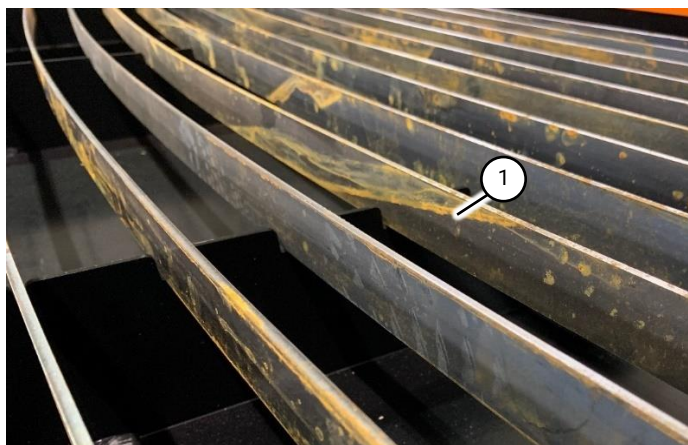

Fig 23 Niveau de remplissage du bac à eau
2. Remplissez le bac à eau jusqu'à 10 mm (3/8 po) sous le dessus des lamelles de support (Fig 23 (1)).